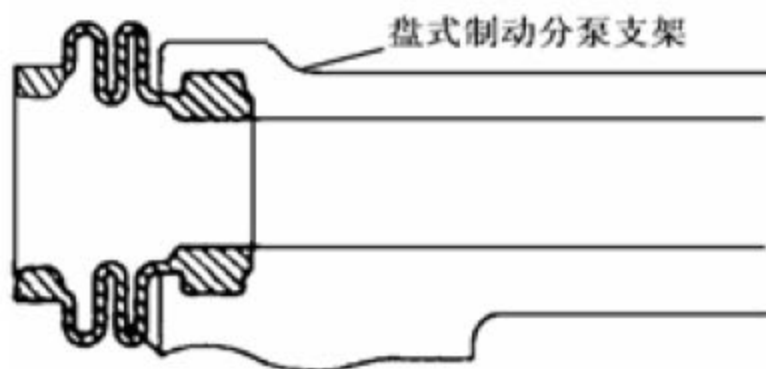

图 3—14
8). 拆卸前盘导向销防尘套。从前盘式制动分泵支架上拆下 2 个防尘套，如图 3—14 所示。
10). 拆下制动分泵防尘套。用螺丝刀拆下固定环和防尘套，如图 3—15 所示。